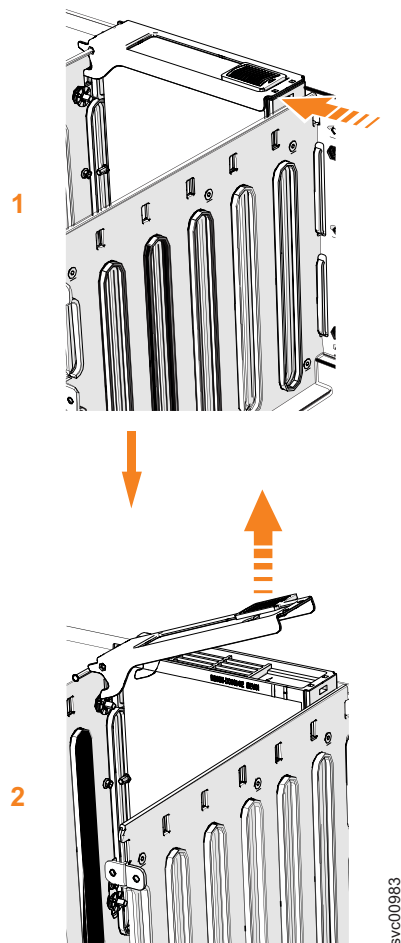

Abbildung 101. Plattenlaufwerk entfernen
5. Schieben Sie den Entriegelungshebel ( **1** ) nach vorne (siehe Abb. 101 auf Seite 116).
6. Heben Sie den Griff ( **2** ) an, um den Laufwerkswagen von der Trennwand zu entriegeln (siehe Abb. 101). Stellen Sie sicher, dass die Spitze an der Unterseite der Verriegelung vollständig ausgekuppelt ist.